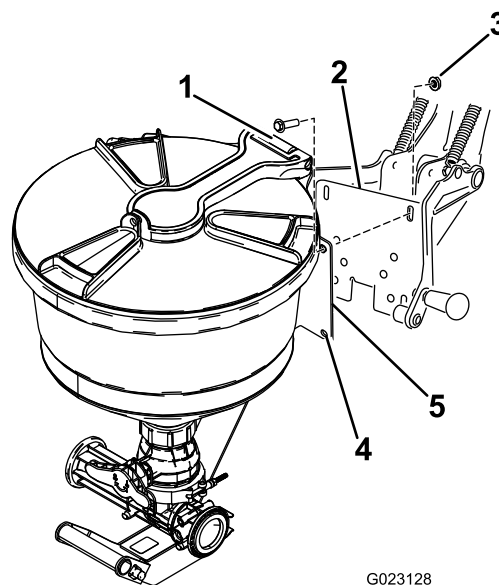

図 22
- エダクタ取り付けプレートの穴を、クレードルサポートフレームのスロットに合わせる 図 22。